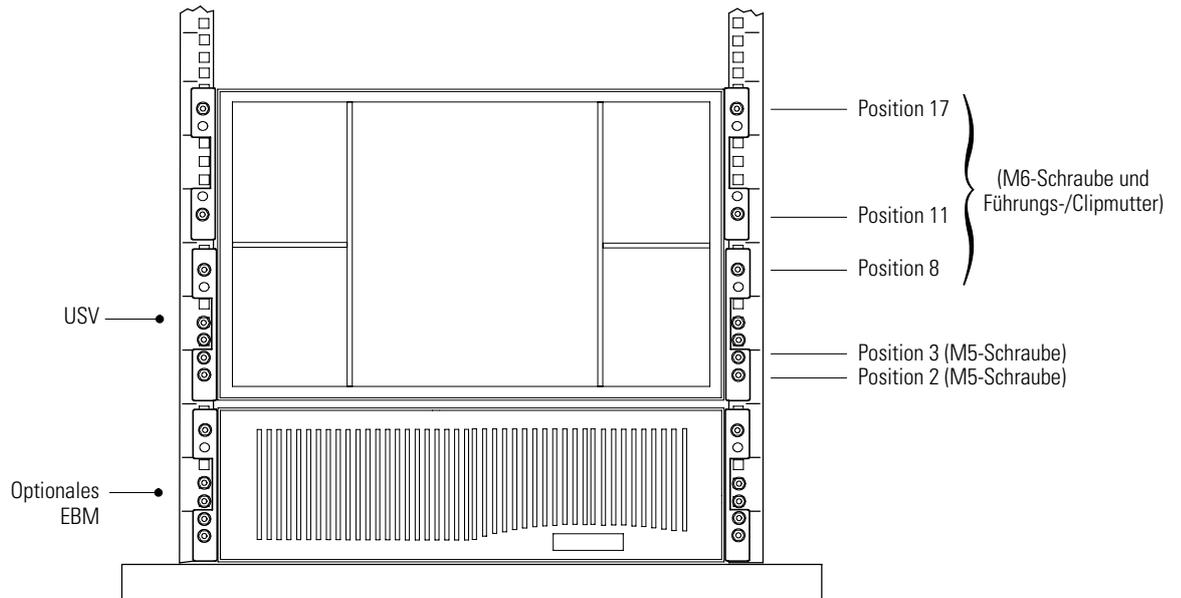

Abbildung 21. Befestigen der Frontseite der USV
13. Sechs Käfig- oder Clipmuttern wie in Abbildung 21 gezeigt installieren. Sind die Gestellbohrungen eckig, sechs Führungsmutter verwenden. Sind die Gestellbohrungen rund, sechs Clipmutter verwenden.
15. Die Vorderseite des Schrankes, wie in Abbildung 21 dargestellt, am Gestell befestigen.